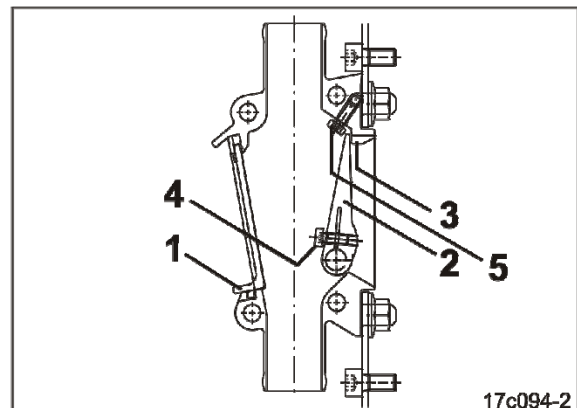

Fig. 241
2. Déplacer la lucarne de montage (Fig. 241/1) vers le haut, puis vers l'avant pour la retirer de la boîte à clapets.
3. Presser le clapet (Fig. 241/2) contre la butée (Fig. 241/3) et desserrer la vis hexagonale intérieure (Fig. 241/4) jusqu'à ce que le clapet puisse être déplacé librement sur l'arbre.
4. Desserrer la vis d'arrêt (Fig. 241/5) d'env. 5 mm, pour que le clapet désactivé ne puisse pas se déplacer et que l'ouverture vers la trémie reste fermée.